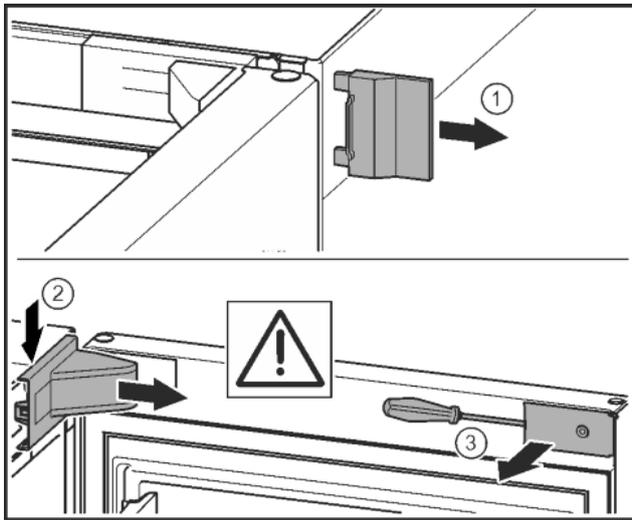

Fig. 7
- Noņemiet ārējo pārsegu. Fig. 7 (1)
- Atbrīvojiet un atvienojiet gultņa balsta pārsegu. Noņemiet gultņa balsta pārsegu. Fig. 7 (2)
- Ar plakano skrūvgriezi atbrīvojiet aizsegu un pagrieziet uz sāniem. Fig. 7 (3)